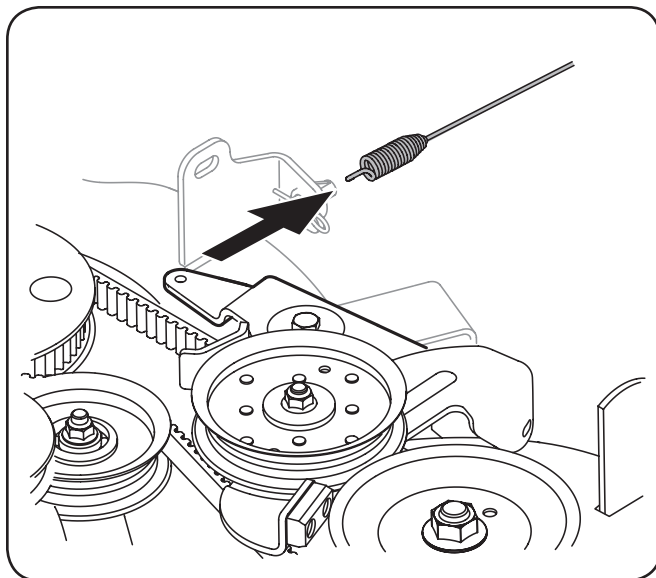

Figure 7-4
13. Desenganche el cable resorte de la transmisión del montaje del brazo secundario libre. Vea Figure 7-4.